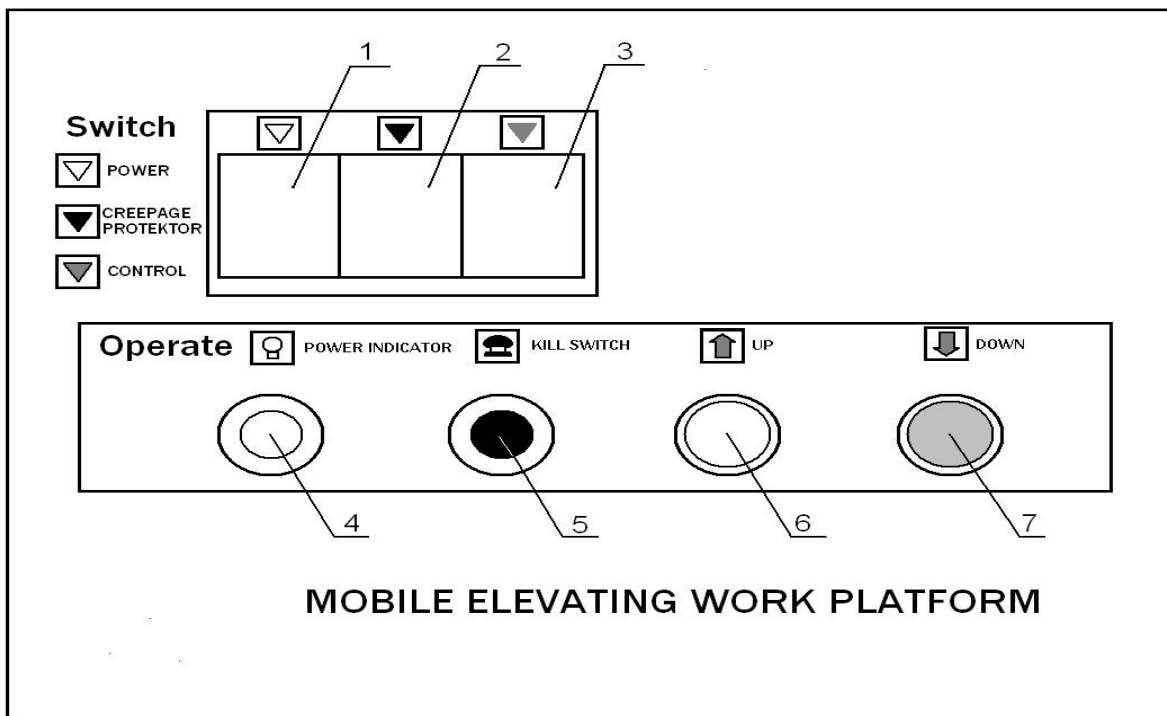

Рис.6. Главная панель управления, АС-исполнение.
- на панели AC-исполнения – выключатели поз.1,2,3 (см. рис.6);